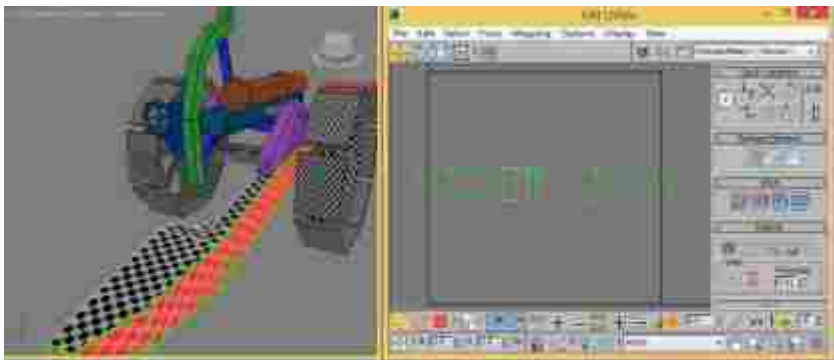

图2-62 侧面UVW编辑及调整适配
(2) 进入UVW Unwrap编辑面板，在“Edit UVWS”对话框中，单击工具栏中的（自由形式模式）按钮，然后将UV调整到合适的大小，选择侧面的面对棋盘格的黑白进行适度的调整，尽量使其与正面的棋盘格大小保持一致，如图2-62所示。